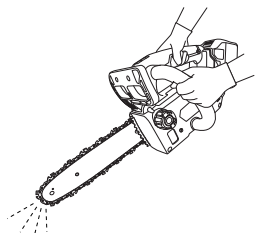

图 21
① 在滑动锁定杆的同时按下开关。
② 一旦锯链开始转动，即朝锯链方向将链条制动器朝前推。
③ 如果锯链停止，则链条制动器按其应有功能运行。若要松开制动器，请松开开关并拉回链条制动器。
6. 检查链油释放（图 21）